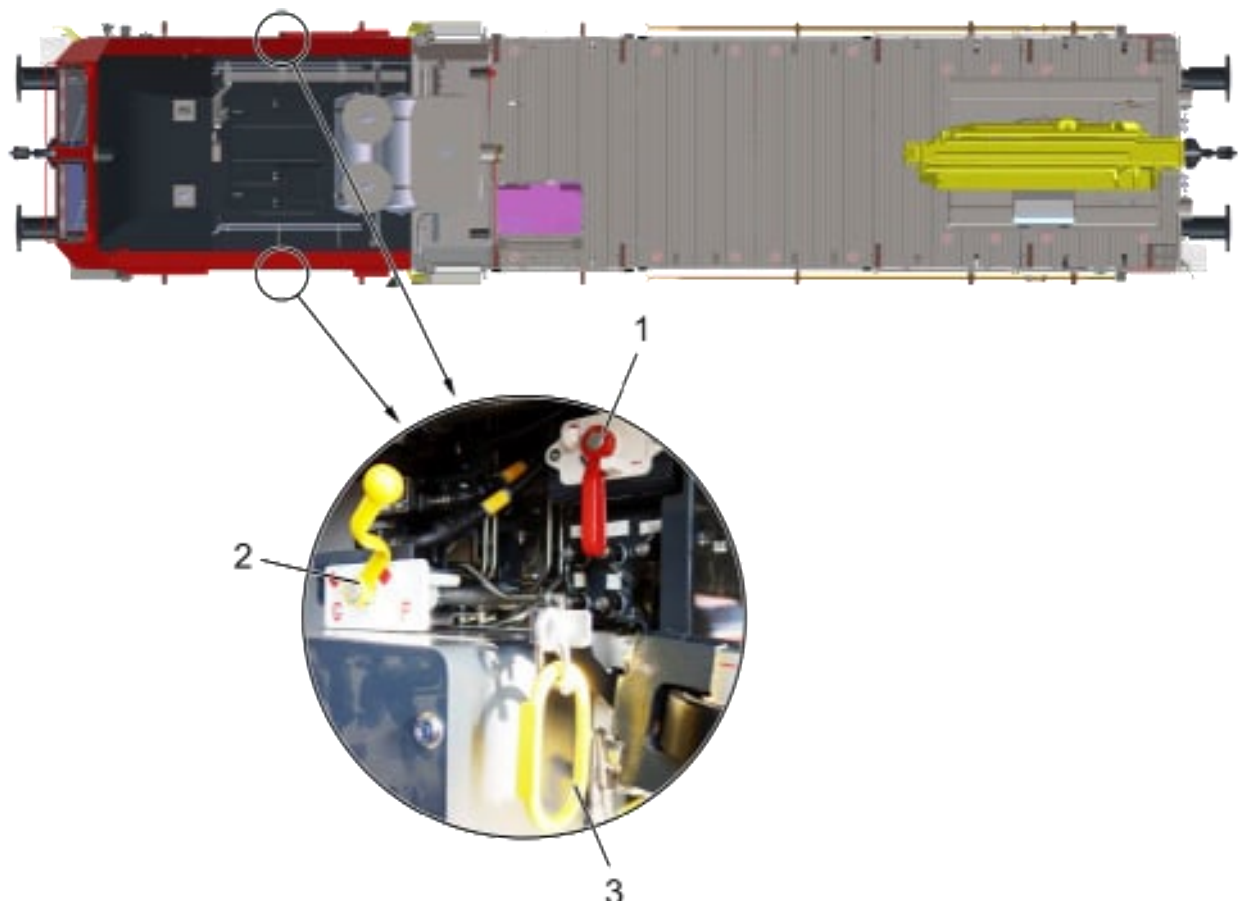

Abb. 107: Bremsumstellvorrichtung
Mit dem elektrisch überwachten Bremsausschalthehnhahn, siehe Abb. 107 (1) wird die Druckluftbremse aus- und eingeschaltet. Die Stellung senkrecht bedeutet Druckluftbremse EIN und die Stellung waagrecht bedeutet Druckluftbremse AUS.